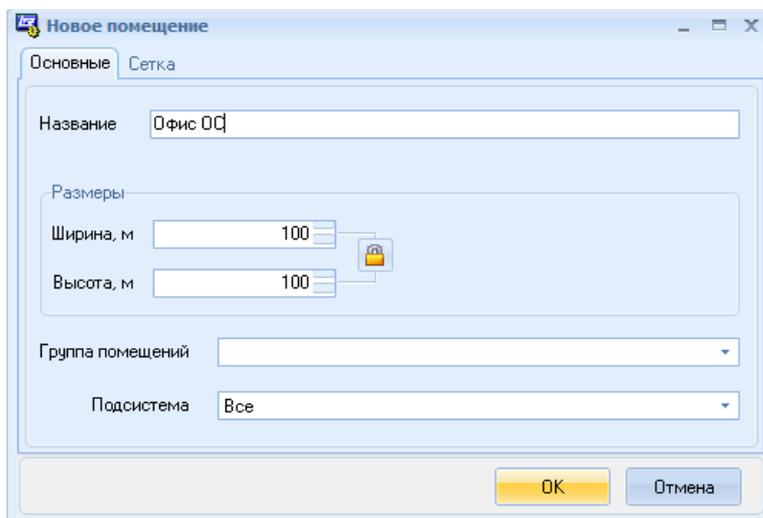

Рис. 33 Окно **Новое помещение**
- в открывшемся окне **Новое помещение** указать **Название** и **Размеры** плана и нажать **Ок** (Рис. 33). Размеры могут не совпадать с реальными размерами помещения, но пропорции для наглядности лучше не менять. Можно также указать **Группу помещений** (например, разные этажи одного здания) и выбрать подсистему (Пожарная, Охранная, Все).